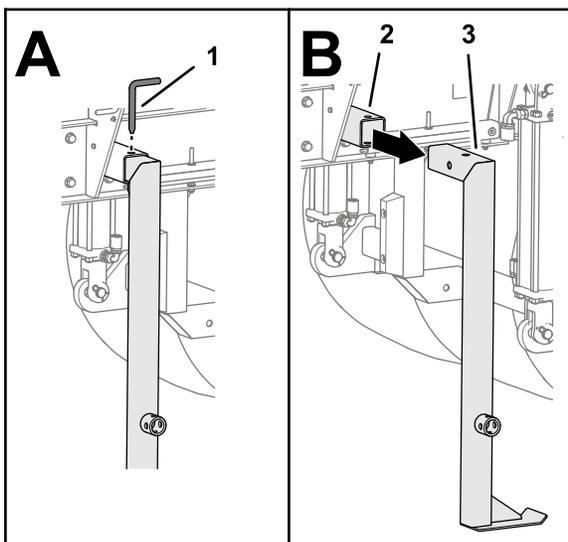

図 25
4. 後部ジャッキレグからピンを抜き取り、ジャッキレグ支持脚をチューブから外す 図 25。